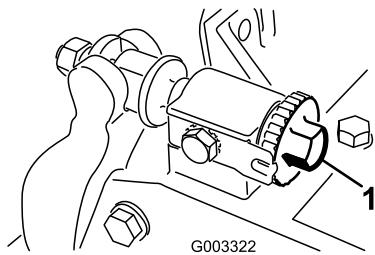

Figure 12
1. Placez le plateau de coupe sur une surface de travail plane et horizontale. Tournez les vis de réglage de la barre d'appui dans le sens antihoraire pour vérifier qu'elle ne touche pas le cylindre (Figure 12).
Important: Vérifiez que les écrous au bout des vis de réglage de la barre d'appui ne reposent pas sur la surface de travail (Figure 12).